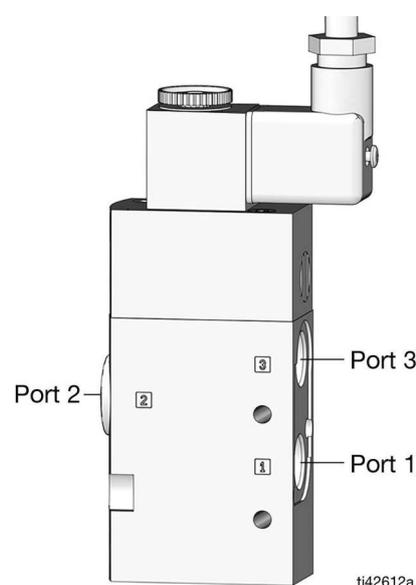

FIG. 4
2. Conecte el puerto 1 a la línea de suministro de aire (FIG. 4).
3. Conecte el puerto 2 al equipo controlado corriente abajo (FIG. 4).
4. Instale el silenciador en el puerto 3. El puerto 3 es un puerto de escape. No obstruya el puerto, ya que, cuando la válvula solenoide de control de aire se desactive por una condición de alarma, la presión de aire corriente abajo se extrae por el puerto 3 (FIG. 4).